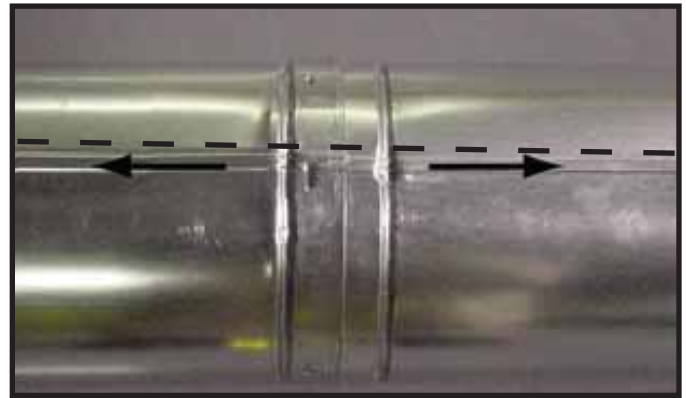

Figura 8.11 Alinee y separe las secciones del tubo de escape
- Gire cualquiera de las secciones (consulte la figura 8.10) para que las juntas de ambas secciones estén alineadas (consulte la figura 8.11).